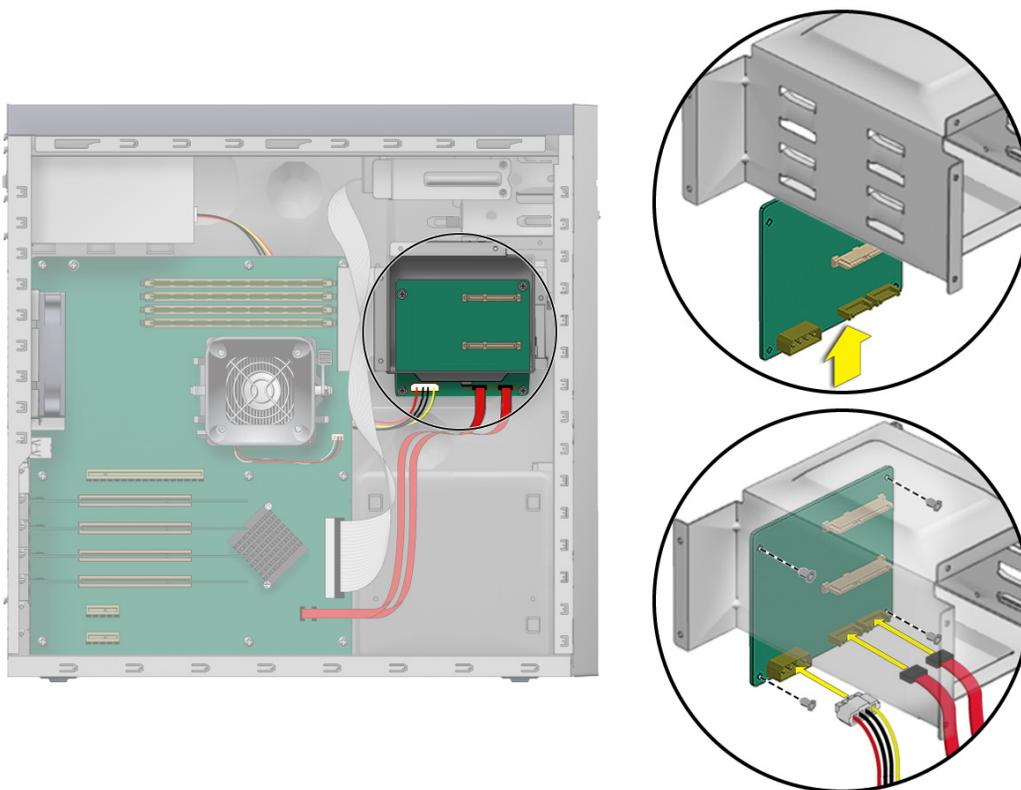

РИС. 4-9 Установка объединительной платы SATA
5. **Подсоедините и должным образом уложите кабели (см. РИС. 4-9).**